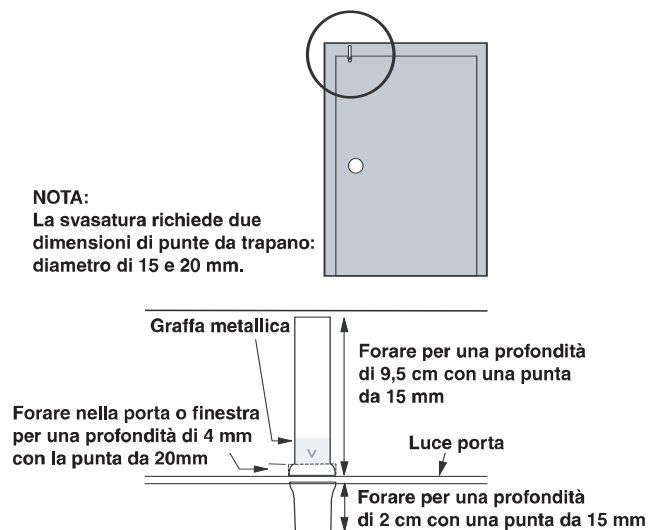

Figura 2: Metodo di installazione consigliato: dimensioni di installazione con svasatura
Per ridurre il rischio di scosse elettriche da fili nascosti, montare il sensore nella parte superiore del telaio della porta o della finestra (vedere Figura 2).
4. Praticare un foro di 15 mm di diametro e profondo 2 cm nella porta o finestra (vedere Figura 2).
7. Per installare il sensore in fori svasati (consigliato), praticare un foro profondo 4 mm con una punta elicoidale di 20 mm di diametro. Completare il foro fino alla profondità di 9,5 cm con una punta di 15 mm di diametro (vedere Figura 2).